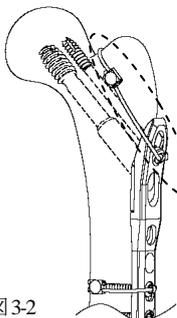

図 3-2
- 2) つば穴に設置した 5.0 花形穴用アダプタはケーブルを大転子に巻き付け使用して下さい。(図 3-2)